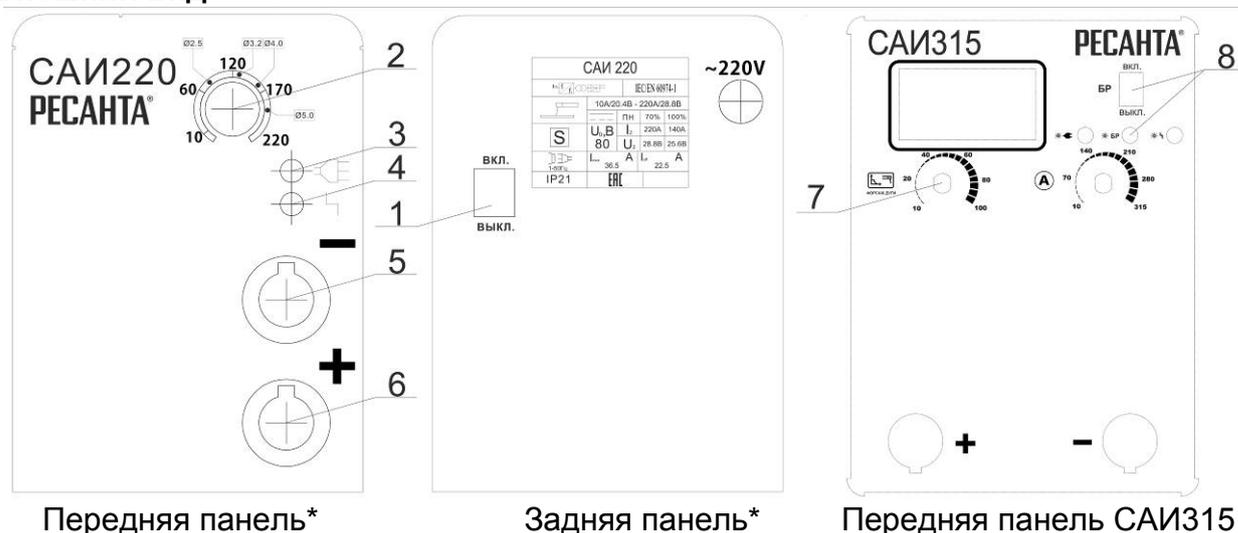

рис. 1
Изделие выполнено в металлическом корпусе. На передней панели имеется регулятор величины сварочного тока (рис.1 поз.2), индикатор "сеть" (рис.1 поз.3), индикатор "перегрев" (рис.1 поз.4), а также силовые разъемы подключения сварочных кабелей (рис.1 поз.5,6). Аппарат оснащен принудительной системой вентиляции, ввиду этого, категорически запрещается закрывать чем-либо вентиляционные отверстия в корпусе.
1. Присоединить к силовым клеммам (см. рис.1 поз. 5 и 6) аппарата кабель с электрододержателем и кабель заземления в зависимости от требуемой для данной марки электрода полярности. В большинстве случаев кабель с
2. Убедиться в том, что выключатель "Сеть" (рис.1 поз. 1) находится в положении "ВЫКЛ".
4. Убедиться в том, что регулятор (рис.1 поз. 2) находится в положении минимального сварочного тока.
5. Включить аппарат выключателем "Сеть" (рис.1 поз.1).
6. Вставьте необходимый электрод в электрододержатель и поворотом регулятора величины сварочного тока (рис.1 поз. 2) установить требуемое значение, согласно нижеприведенной таблице. Рекомендуется всегда следовать инструкциям производителя электродов, так как в ней указаны и полярность подсоединения кабелей, и оптимальный ток сварки.
8. После окончания производства сварочных работ установить регулятор (рис.1 поз. 2) в положение минимального сварочного тока.
9. Выключить аппарат выключателем "Сеть" (рис.1 поз.1).
- Держа сварочную маску перед лицом, «чиркните» электродом по поверхности свариваемой детали (как при зажигании спичкой). Данный метод наиболее продуктивный для зажигания сварочной дуги (рис.1).
1. Не горит индикатор "Сеть" (рис.1 поз.3)	1.Проверить подключение аппарата к сети. 2.Проверить положение выключателя "Сеть".
3. Загорается индикатор "Перегрев" (рис.1 поз.4)	1.Превышение величины ПН. Температура внутри аппарата высокая – дайте остыть аппарату. 2.Повышенное скопление пыли в аппарате – обратиться в сервисный центр